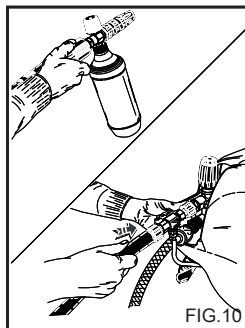

FIG.10
ANWENDUNG DES SETS FÜR DIE REINIGUNGSMITTELABSUGUNG (Sonderzubehör) (Fig. 10)
2) Die Verlängerung vom Griff entfernen und die Doppellanze oder die Lanze mit verstellbarem Düsenkopf einsetzen, den Hochdruckreiniger einschalten, den Schalter zum Absaugen des Reinigungsmittels an der Lanze bedienen (Fig. 10, 12) und die zu reinigende Oberfläche von unten nach oben einsprühen. Das Reinigungsmittel für einige Minuten einwirken lassen.